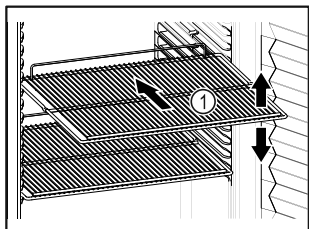

Fig. 59 Példaként szolgáló ábrázolás
- ❑ Ha a tárolófelületek Fig. 59 [1] áthelyezhetők, akkor igazítsa be őket a kívánt magasságnak megfelelően.